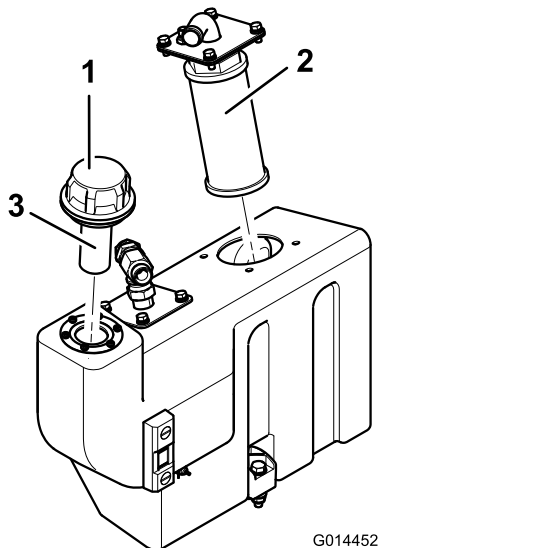

Bild 71
1. Nehmen Sie den Saugflansch des Ölbehälters ab, um an das Saugsieb zu gelangen (Bild 71).
2. Schrauben Sie das Sieb ab, nehmen Sie es heraus und reinigen Sie es mit Paraffin oder Petroleum, bevor Sie es wieder einsetzen (Bild 71).